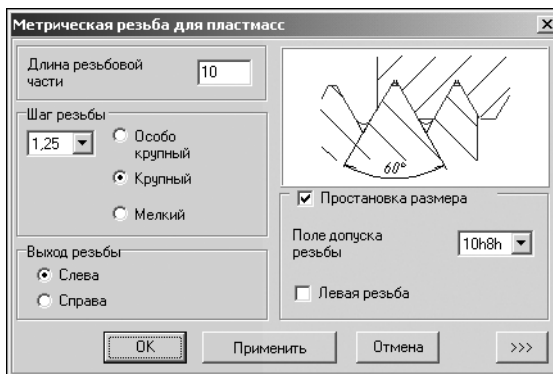

Рис. 4.12.
4. Укажите тип **Метрическая резьба для пластмасс** и щелкните левой клавишей мыши. Откроется окно, предназначенное для ввода параметров резьбы (рис. 4.12).